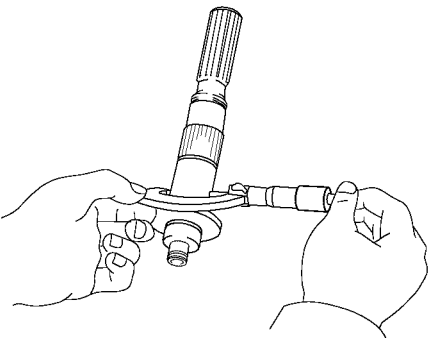

图 12-19 用千分尺测量前输出轴轴颈外径
(1) 检查前输出轴。使用千分尺测量前输出轴轴颈部分的外径，如图 12-19 所示。